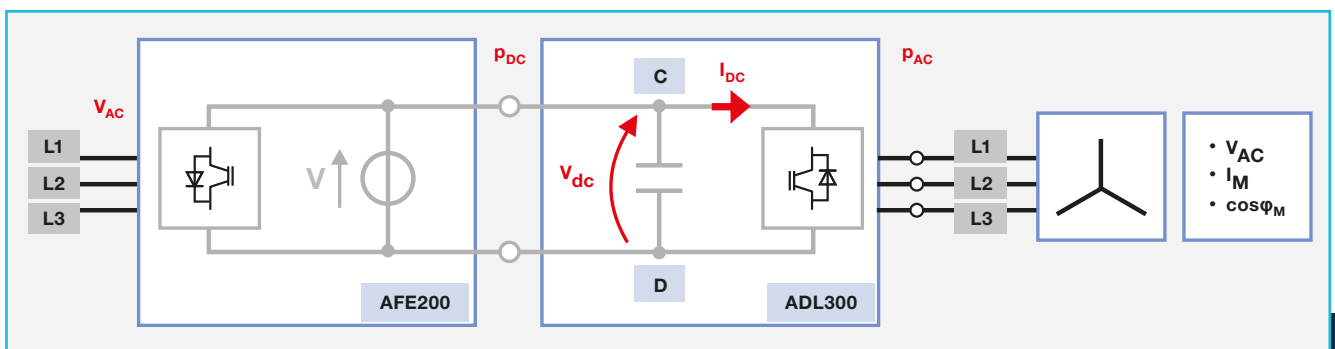

Fig. 2: Alimentateur à régénération AFE200
**3. L'alimentation à bus régénératif AFE200** doit être capable d'alimenter l'entraînement en lui permettant de fournir au moteur aussi bien le courant nominal que le courant de surcharge. En considérant un circuit électrique équivalent (voir Fig. 2), la puissance d'entrée vers l'entraînement  $P_{dc}$  doit correspondre à la puissance de sortie  $P_{ac}$ , qui est transmise au moteur en cas de défaillance de l'entraînement.